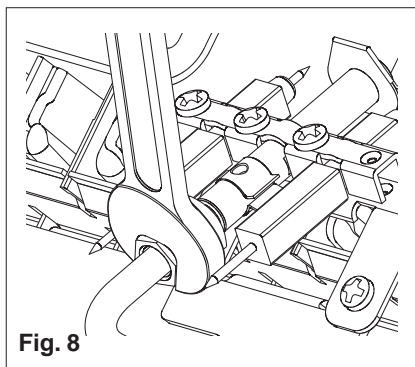

Fig. 8
- scollegare il tubetto fiamma pilota (fig. 8)